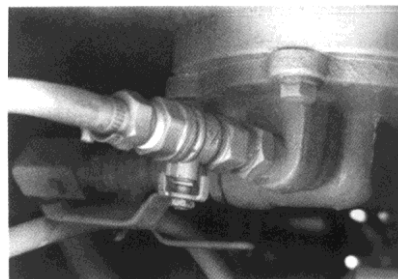

Рис. 6-5.
8. Слейте воду и осадок (см. рис. 6-5)